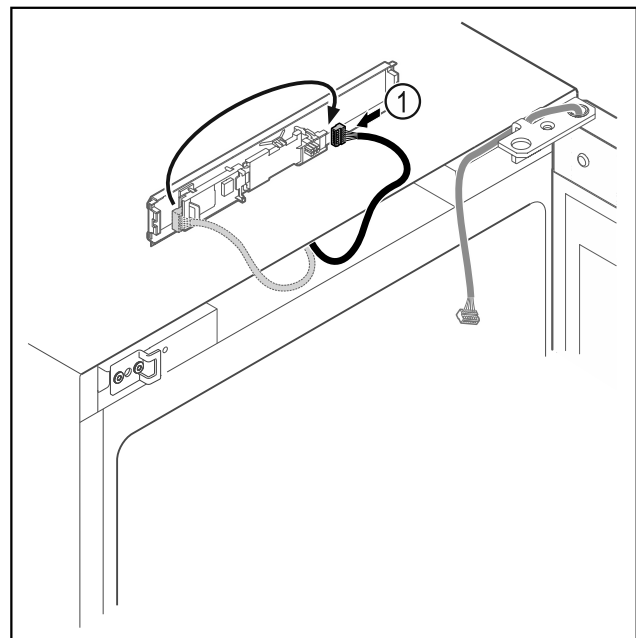

Fig. 17
- ▶ Scambiare la posizione del connettore Fig. 17 (1) sulla scheda.